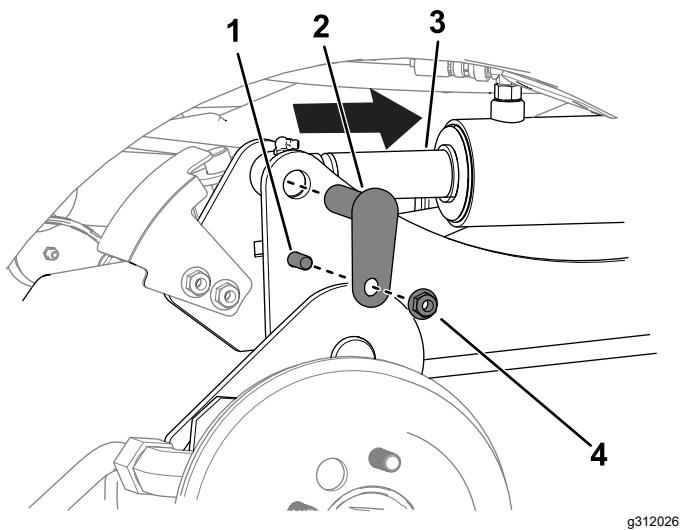

Рисунок 10
- C. Используйте пробойник, чтобы совместить отверстия в штоке цилиндра с отверстиями в подъемном рычаге (Рисунок 10).
- D. С помощью 2 болтов ($\frac{3}{8}$ x 1 $\frac{1}{4}$ дюйма), 2 гаек ($\frac{3}{8}$ дюйма) и 2 малых штифтов прикрепите подъемные рычаги к цилиндрам (Рисунок 10).